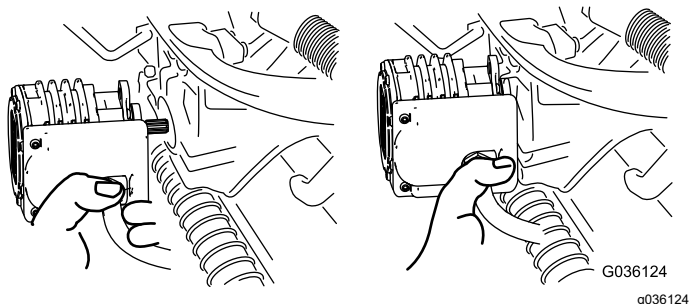

Bild 64
5. Legen Sie den Motor am Aufbewahrungsort vorne am Aufhängearm ab (**Bild 64**).